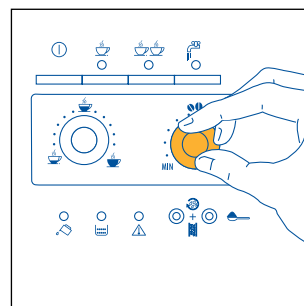
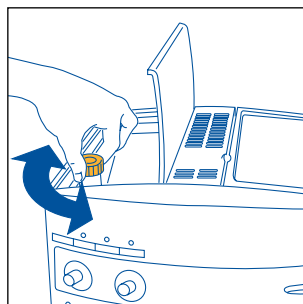

Fig.7
Fig. 17
- 2) Draai aan de rechterknop (fig. 7) om de smaak van de koffie te regelen. Hoe verder in wijzerzin wordt gedraaid, hoe meer koffiebonen worden gemalen en hoe sterker de koffie zal zijn. Wanneer het koffiezetapparaat nieuw is, moeten meerdere kopjes koffie worden gezet vooraleer de juiste stand van de knop wordt gevonden. Draai de knop niet te ver in wijzerzin, omdat de koffie anders te langzaam wordt afgegeven (druppels), vooral wanneer twee kopjes koffie worden gezet.
OPMERKING 1: : Indien de koffie druppelsgewijs of helemaal niet wordt afgegeven, dan wordt de regelknop van de maalgraad (fig. 17) even in wijzerzin gedraaid (zie par. 6). Draai een streepje per keer, tot de gewenste afgifte wordt bekomen.
OPMERKING 2: Indien koffie te snel wordt afgegeven en de crème niet geslaagd is, draai de rechterknop (fig. 7) even in wijzerzin. Zet meerdere kopjes koffie, om de correcte positie van de knop te bepalen. Draai de knop niet te ver in wijzerzin, omdat de koffie anders te langzaam wordt afgegeven (druppels), vooral wanneer twee kopjes koffie worden gezet. Indien na enkele kopjes nog geen bevredigende crème wordt bekomen, wordt ook de regelknop van de maalgraad (fig. 17) een beetje tegen de wijzers van de klok in gedraaid (zie hoofdstuk 6).
Om dit te voorkomen, wordt de maalgraad aangepast met behulp van de relatieve regelknop (fig. 17), die een beetje tegen de wijzers van de klok in wordt gedraaid zoals beschreven in hoofdstuk 6).
De koffiemaler hoeft niet te worden geregeld, tenminste niet in het begin, omdat dit reeds in de fabriek is gebeurd, met het oog op een correcte koffieafgifte. Indien u evenwel na de eerste 15-20 kopjes vaststelt dat de koffie te snel of te langzaam (druppelend) wordt afgegeven, moet de maalgraad worden geregeld aan de hand van de regelknop van de maalgraad (fig. 17). Wanneer deze knop even in wijzerzin wordt gedraaid (één cijfer), bekomt men een snellere koffieafgifte (niet druppelsgewijs). Draait u de knop tegen de wijzers van de klok in, dan bekomt men een langzamere afgifte en ziet de crème er beter uit.